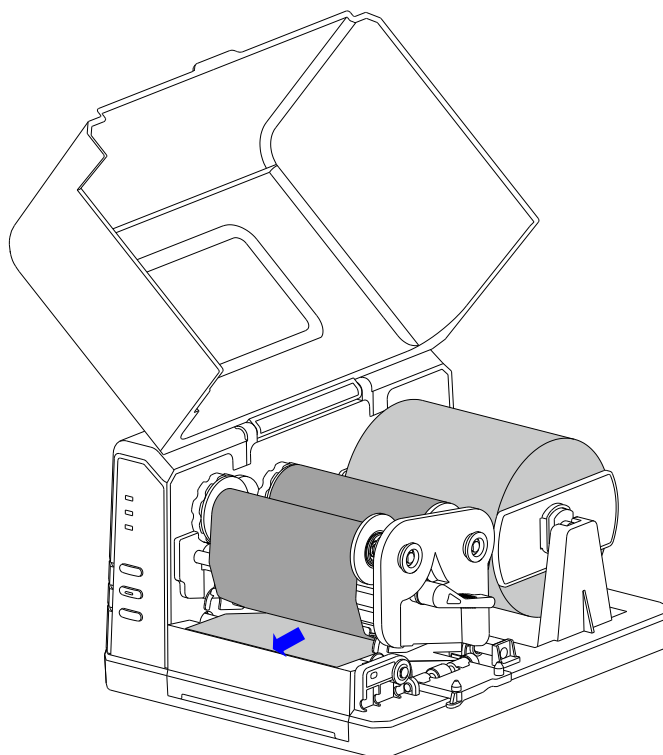

图 2-10
3. 将标签纸从纸张导向杆下方穿过，从打印模组下方穿出，并按撕纸口上的刻度尺居中定位，将两个纸张导向片靠紧标签纸，但不能挤压使其变形。如图 2-10 所示。